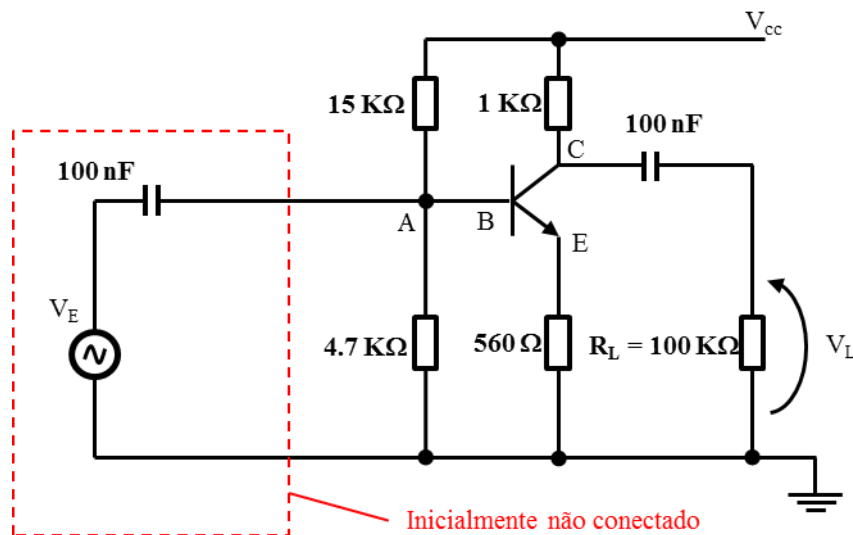

Figura 9 – Esquema de circuito amplificador transistorizado
- Monte o circuito esquematizado na Figura 9, inicialmente sem o gerador de sinais.
- Conecte o gerador de sinais no circuito, como mostrado na Figura 9.